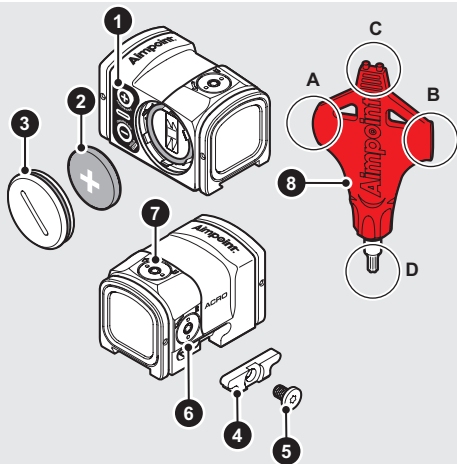

Fig. 1 Vue d'ensemble
- c Introduire la pile (2) en orientant le pôle positif (+) vers le couvercle (3) comme illustré sur la Figure 1.